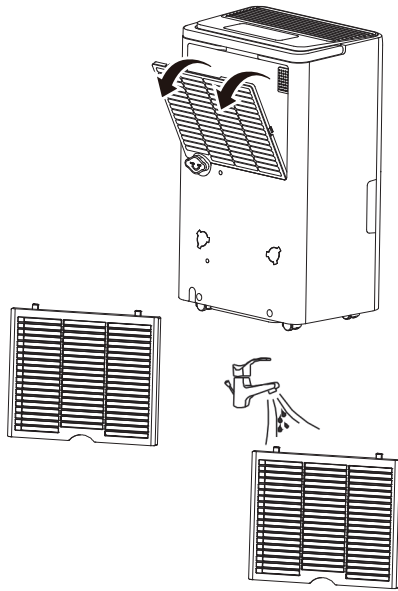

Рис. 5
**8. Чистка фильтра (Рис. 5).** Достаньте фильтр, промойте его в мыльной воде, прополощите в чистой воде, высушите и вставьте на место. В среднем, необходимо проводить чистку фильтров не реже чем раз в две недели при постоянном использовании. иначе производительность прибора может снизиться.